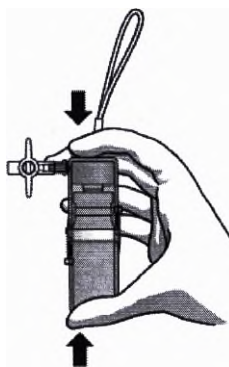

Рис.1
- Возьмите баллончик в руку, как показано на рис. 1, и сжимайте обе половинки футляра до тех пор, пока они не зацепятся друг за друга.